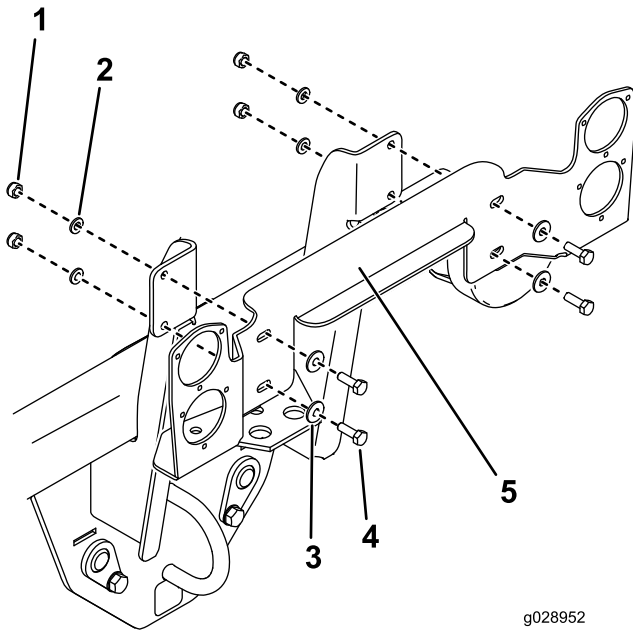

Figura 15
2. Instale el soporte de la luz delantera en estos soportes con 4 arandelas (M8), 4 contratuercas ($\frac{7}{8}$ "), y 4 tornillos de cabeza hexagonal (M8 x 25 mm; Figura 15).